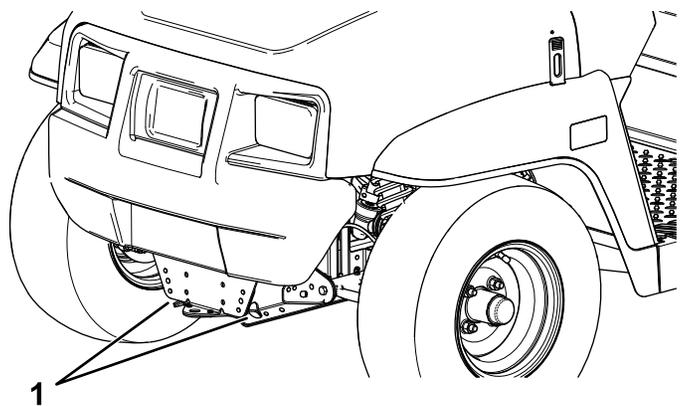
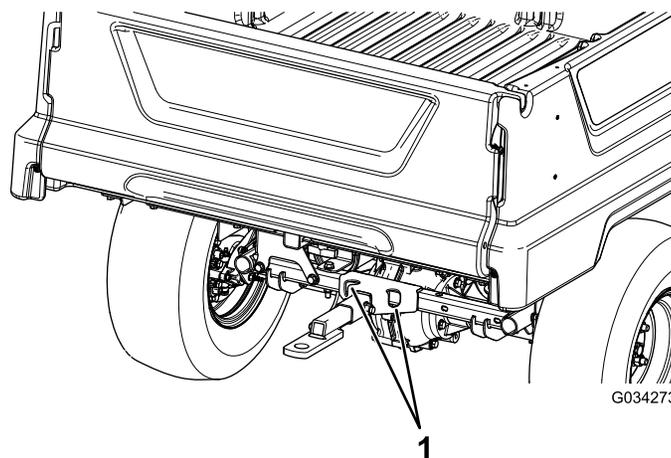

Рисунок 19
Рисунок 20
См. местонахождение точек крепления автомобиля на Рисунок 19 и Рисунок 20.
2. Прикрепите буксирный трос к сцепному устройству в передней части рамы машины (Рисунок 19).